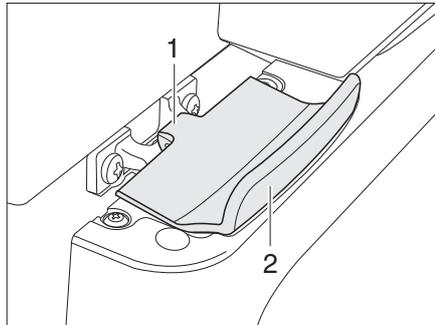

Fig. 135 Dispositif de verrouillage de la porte du réfrigérateur, fermé (Thetford)
**Ouvrir :** ■ Ouvrir la porte du réfrigérateur sur la poignée (Fig. 135,2). Le verrouillage (Fig. 135,1) sera débloqué automatiquement.